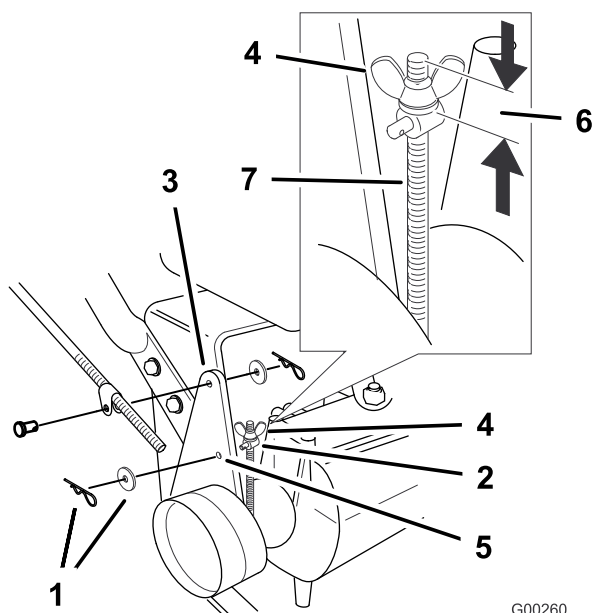

Figure 39
**Remarque:** Pour le réglage initial, ajustez l'écrou à oreilles jusqu'à ce qu'il soit à 32 mm (1-1/4") du haut de la tige (Figure 39).
5. Pour régler le frein, enlevez la goupille fendue et la rondelle du levier et du tourillon (Figure 39).
8. Placez le tourillon dans le trou **F** (Figure 39). Serrez l'écrou à oreilles.
9. Fixez le tourillon au levier de frein à l'aide de la rondelle et de la goupille fendue (Figure 39).